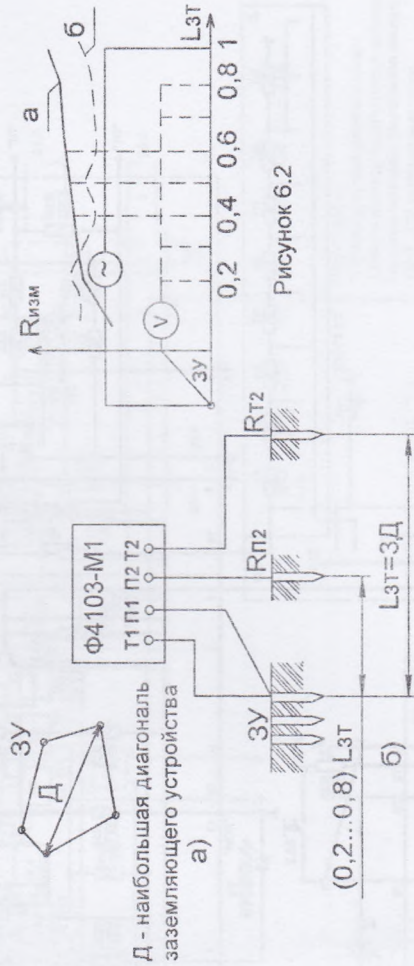

Рисунок 6.1
6.1.2.1 Разомкнуть все зажимы и подключить провода от Rп2 и ЗУ соответственно к зажимам P2 и P1 (см. рисунок 6.1).